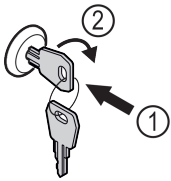

Fig. 176 Примерное изображение
- ▶ Вставьте ключ Fig. 176 (1).
- ▶ Поверните ключ на 90° по часовой стрелке Fig. 176 (2).